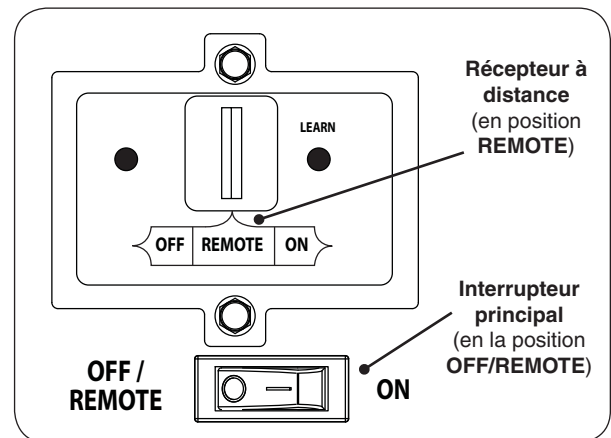

Fig. 40-1 Contrôle détail du panneau
1. Vérifiez que l'interrupteur principal est en position **OFF/REMOTE** (éteindre/éloigné) (voir Fig. 40-1).
2. Repérez l'interrupteur à 3 positions sur le récepteur de télécommande (voir Fig. 40-1), Et faites glisser l'interrupteur à la position **REMOTE**(éloigné).